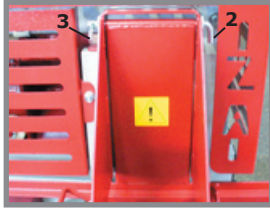

Abb. 3
Danach muß die obere Klappe zwischen die beiden Seitenteile gesteckt werden. Achten Sie darauf, dass die Klappe senkrecht nach unten hängt und nicht auf der Vorderwand aufliegt. Anschließend wird der Sicherungsbolzen (2) durch die Seitenwände und die obere Klappe gesteckt („Bild 2“). Zum Schluß wird der Sicherungsbolzen mit einem Federstecker (3) gesichert („siehe Abb. 3“).